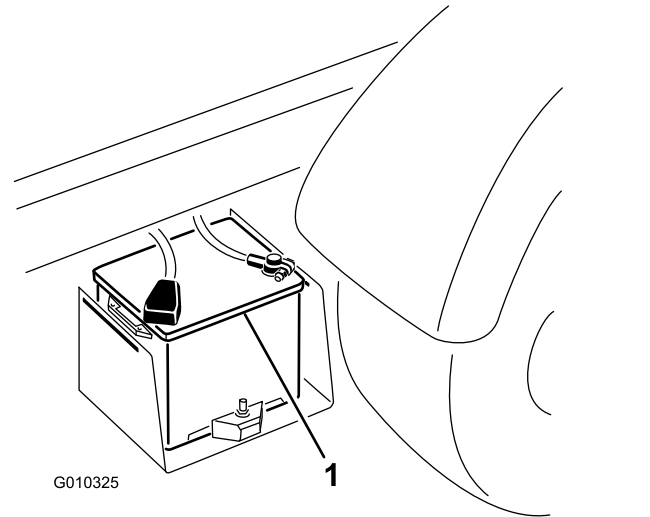

Figura 60
2. Conecte un cable de batería entre los bornes positivos de las dos baterías (Figura 60).